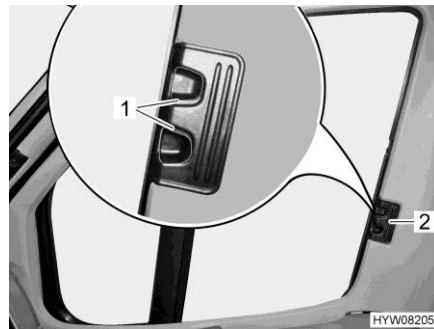

Fig. 59 Tendina oscurante pieghevole (finestrino del conducente/passeggero)
- Premere le maniglie di sbloccaggio (Fig. 59,1) e mantenerle premute.
- Con la levetta (Fig. 59,2) tirare le tendine oscuranti pieghevoli per il finestrino del guidatore e del passeggero verso l'altro lato della finestra e congiungerle alle strisce magnetiche.
- Inserire fino all'arresto le tendine oscuranti pieghevoli per il finestrino del guidatore e del passeggero per la maniglia (Fig. 59,2).
- Rilasciare le maniglie di sbloccaggio (Fig. 59,1) e mantenerle innestate.